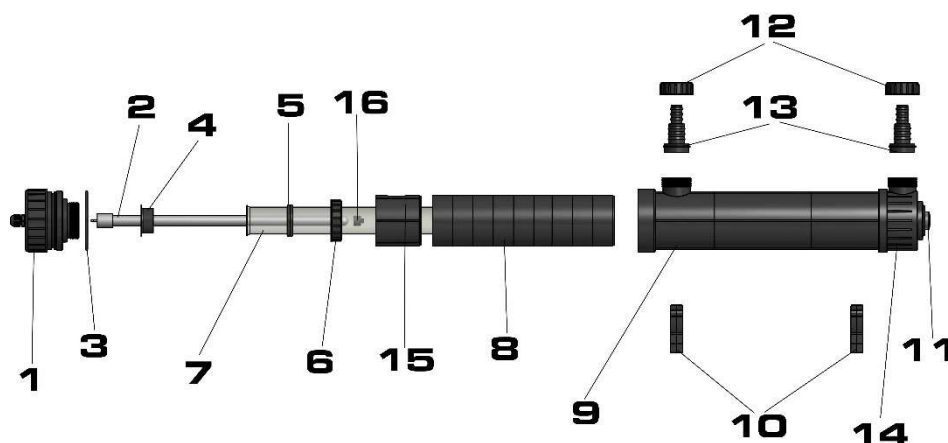

Fig. 1: Helix Max 2.0
- Draaibare verbinding: de verbindingsoening (Fig. 1, No. 14) van de Helix max kan 360° gedraaid worden. Dit maakt een ruimte besparende installatie mogelijk. De uitlaat moet altijd op het hoogste punt liggen zodat het system zich volledig met water kan vullen. Het UV system kan zowel horizontaal als verticaal gemonteerd worden. Indien vertikaal gemonteerd dient de aansluiting met de kap naar boven toe gemonteerd te worden. De doorstroming is van onder naar boven. Indien horizontaal gemonteerd dient er minimaal 1 uitlaat naar boven gemonteerd te worden. Het liefste allebei. Hierdoor kan het system nooit droog vallen, ook niet bij stilvallen van de pomp en daardoor beschadigen.
Gebruik uitsluitend het bijgevoegde gereedschap (zie Fig. 1a) om de schroefdop (Fig. 1, No 1) te openen. Om te vastdraaien en vervolgens lekken te voorkomen, moet het verbinden uitsluitend met de hand gedaan worden. Bij erg vast draaien dient er op gelet te worden dat er geen spanning op ontstaat.
De Helix Max zijn van transparanten aansluitstukken voorzien (Fig. 1, No. 11). Dit geeft de mogelijkheid van controle op het functioneren. U ziet daardoor de UV lampen blauw oplichten. Afhankelijk van de ingestelde doorstromingsnelheid (zie tabel) en de gebruikte circulatiepompen, kunnen de aansluitstukken passend afgezaagd worden.